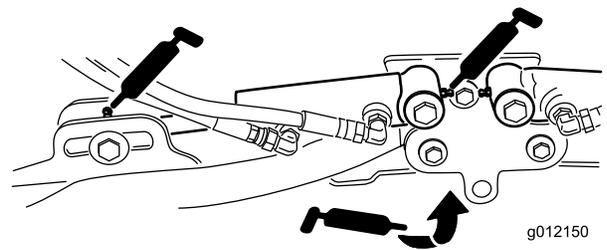

Figure 39
- Vérins des bras de relevage des tabliers de coupe (2 chacun) (Figure 39)
- Pivots des bras de relevage (1 chacun) (Figure 39)